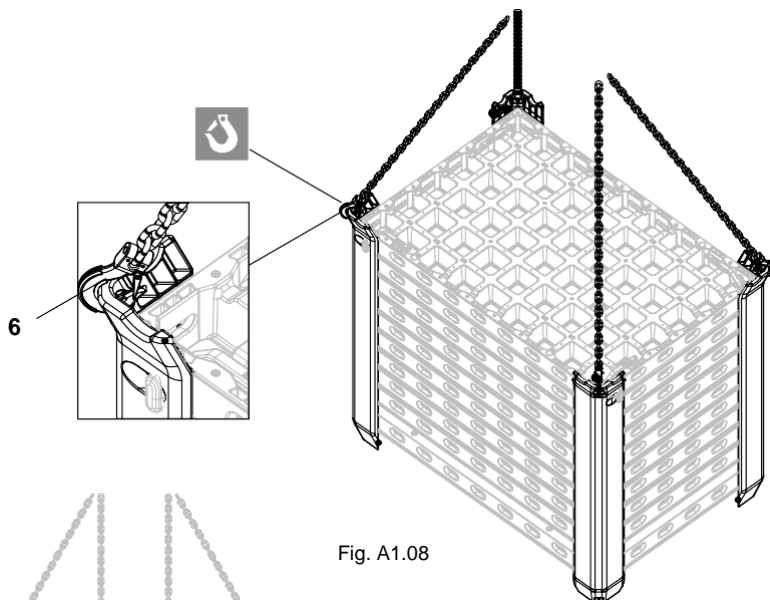

Fig. A1.08
Палетие, направени с конзоли за палетиране, могат да се преместват с кран. За тази цел закачете повдигащата верига (6) на ъглите на всяка палетираща конзола (в точката за повдигане). (Fig. A1.08)